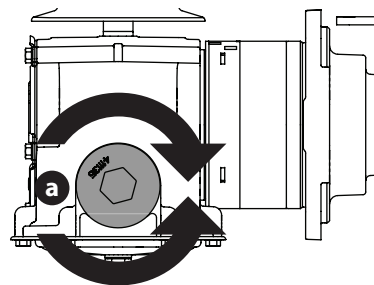

Figure 48
2. Placez un récipient approprié sous le bouchon de vidange (a) de la transmission. Retirez le bouchon de vidange (a) et laissez l'huile de transmission s'écouler (Figure 48).